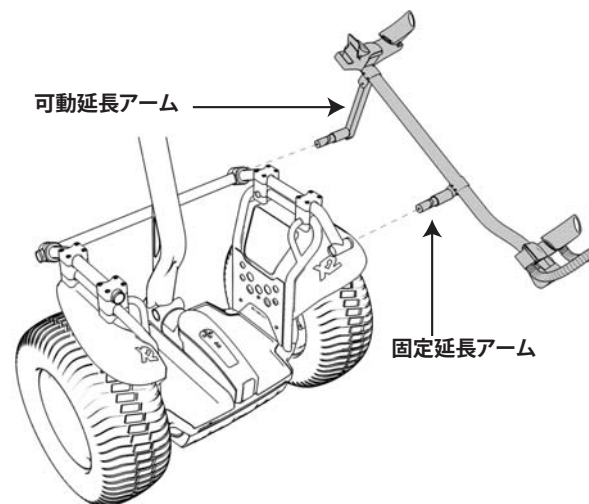

図 3. ゴルフバッグホルダの取り付け
5. フロントサポートバーの端にある開口部に可動延長アームを挿入して、ゴルフバッグホルダを取り付けます。サイドサポートバー（長）の端にある開口部に固定延長アームを挿入します。図 3 を参照してください。ゴルフバッグホルダを水平に保って、両方のアームを開口部に完全に押し込みます。